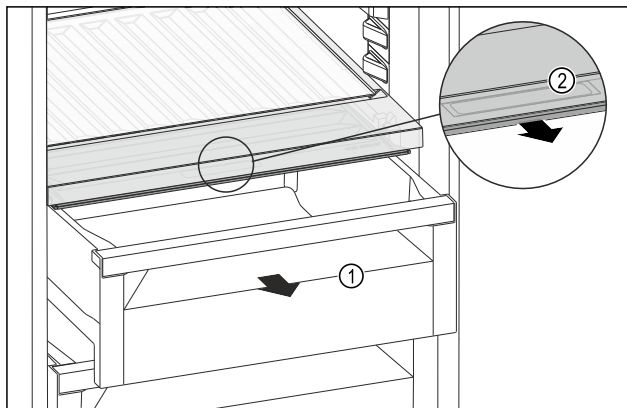

Fig. 203
- Tërhiqni jashtë sirtarin Fig. 203 (1).
- Kapni dorezën e futur Fig. 203 (2) në kapakun e ndarjes dhe në të njëjtën kohë tërhiqni përpara kapakun e ndarjes.